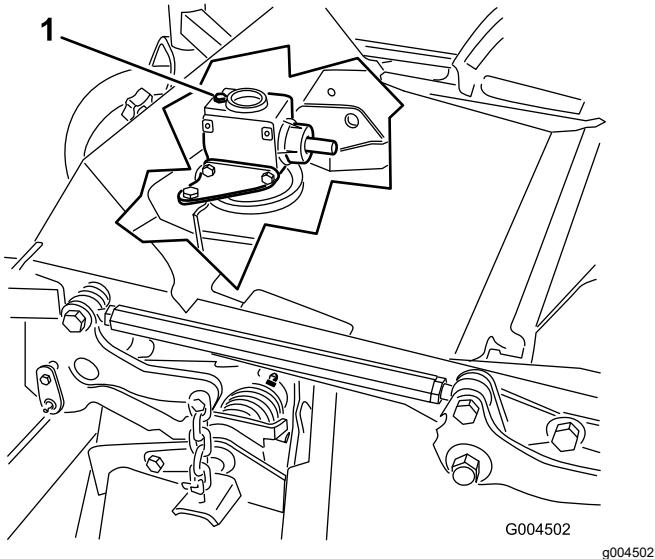

Bild 37
6. Nehmen Sie den Ölpeilstab bzw. die Füllschraube oben am Getriebe ab und stellen Sie sicher, dass das Öl zwischen den Markierungen am Peilstab liegt (Bild 37).
6. Nehmen Sie den Peilstab bzw. die Füllschraube von der Oberseite des Getriebes ab (Bild 37).